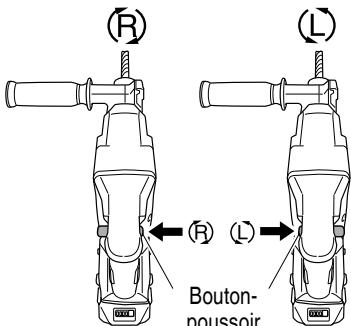

Fig. 15
6. Vérifiez la direction de rotation de la mèche (Fig. 15)
Le foret tourne dans le sens des aiguilles d'une montre (vu de derrière) quand on appuie sur le côté R du bouton poussoir. (Fig. 15)